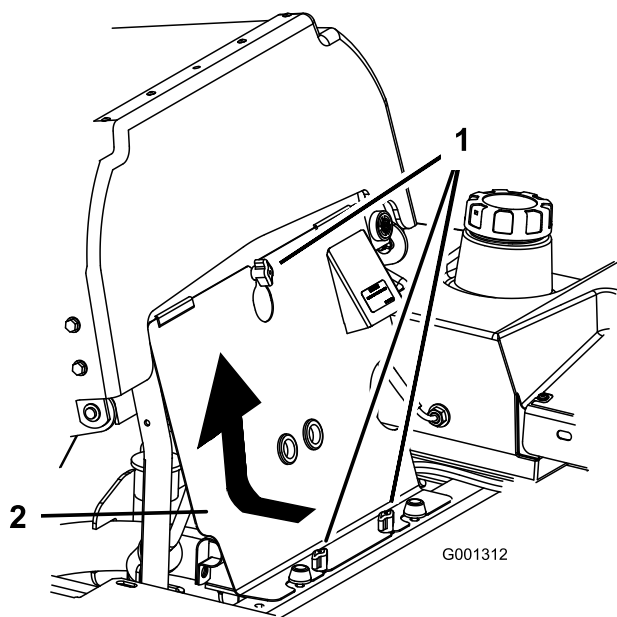

Figura 66
1. Inclinate il sedile in avanti e togliete il pannello anteriore del motore (Figura 66).